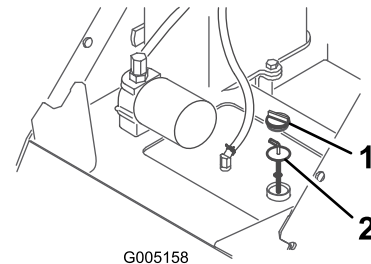

Bild 36
4. Reinigen Sie den Bereich um den Füllstutzen des Hydraulikbehälter (**Bild 36**).
5. Nehmen Sie den Deckel des Füllstutzens ab und prüfen Sie den Ölstand am Peilstab (**Bild 36**).